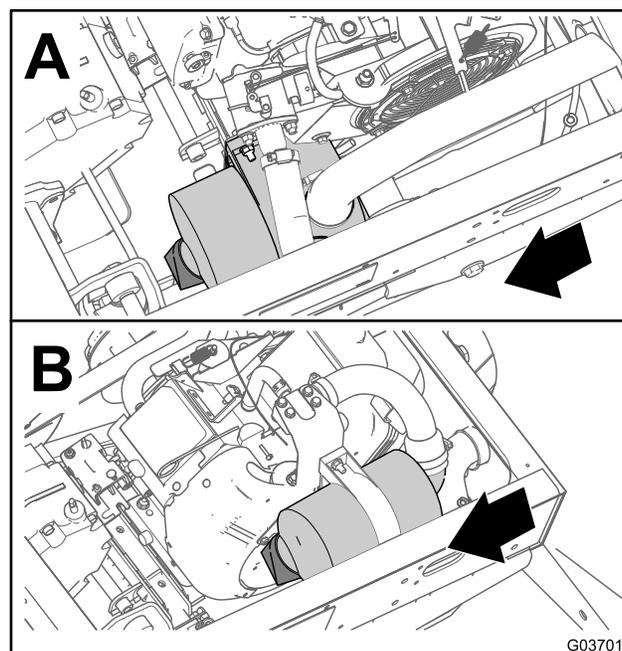
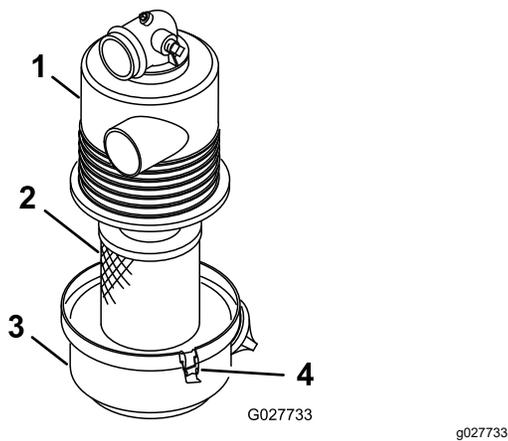

Figura 36
Figura 37
2. Inspeccione la carcasa del limpiador de aire en busca de desperfectos que pudieran causar una fuga de aire (Figura 36 y Figura 37).
- Abra los enganches que sujetan la tapa del filtro de aire a la carcasa del filtro de aire (Figura 37).
- Separe la tapa del filtro de aire de la carcasa del filtro de aire, y limpie el interior de la tapa (Figura 37).
- Instale el elemento del filtro de aire en la carcasa del filtro de aire (Figura 37).
- Alinee la tapa del limpiador de aire con la carcasa del limpiador de aire (Figura 37).
- Sujete la tapa a la carcasa con los enganches (Figura 37).